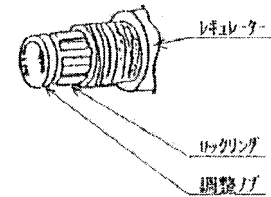

図1
- (1) 圧縮空気の供給側が閉じてあることを確認して下さい。
- (2) コンパクトレギュレーターの調整ノブのロックリングが手前側にあることを確認後（奥側にある場合は、回転しません）、調整ノブをLOW側（反時計方向）に停止するまで回して下さい。（図1）